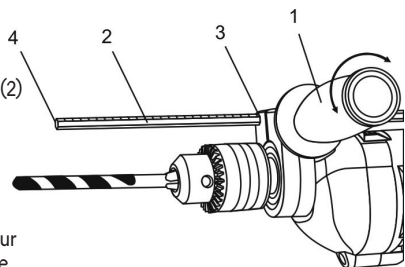

Figure 8
1. Tourner la poignée auxiliaire (1) dans le sens antihoraire pour ouvrir le collier de montage (figure 8).
2. Insérer l'extrémité hexagonale de la tige de profondeur (2) dans le trou correspondant sur le collier de montage (3).
3. Placer la tige de profondeur afin que la pointe de l'extrémité ronde (4) touche à la pièce à travailler une fois que la perceuse atteint la profondeur désirée.